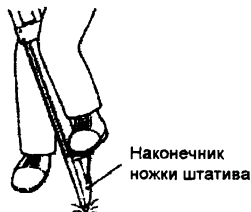

Рис. 5.2
- 4) Убедитесь, что головка штатива расположена приблизительно горизонтально. Зафиксируйте наконечники ножек штатива, утопив их в грунт (рис.5.2).